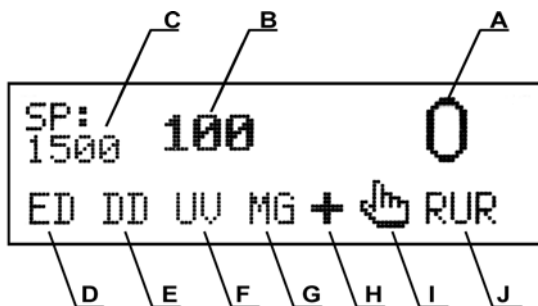

Рис. 3
На дисплее оператора (См. рис.3) отображается следующая информация:
**2 "CUR"** Клавиша выбора валюты: RUR, USD, EURO, “ валюта не выбрана”. При каждом нажатии на клавишу “CUR” происходит смена валюты. Текущий тип валюты отображается на дисплее оператора (см. рис. 3-J), при этом пустое окошко без обозначения валюты означает, что валюта не выбрана.
**3 "CF"** Клавиша переключения режимов детекций. При нажатии на клавишу "CF" происходит включение следующей детекции. Детекции расположены в следующем порядке "ED,DD,UV,MG,IR" (см. рис.3-D, 3-E, 3-F, 3-G соответственно). Если для данной модели счетчика уже выставлены все детекции, то при нажатии на клавишу "CF" все детекции отключаются.
**5 "CLR"** Клавиша обнуления значения фасовки. При нажатии на данную клавишу происходит обнуление значения фасовки (см. рис. 3-B) и выход из пакетного режима.
При нажатии на данную клавишу включается режим суммирования (при этом горит значок (см. рис. 3-H). Повторное нажатие этой клавиши отключает режим суммирования.
**7 "MUL"** Клавиша выбора автоматического или ручного режима старта пересчета. При ручном режиме (горит значок см. рис. 3-I), для начала подсчета очередной пачки банкнот необходимо нажимать клавишу "START/STOP". При автоматическом режиме счет начинается автоматически, после того как Вы положили банкноты в подающий карман.
**8 Цифровые клавиши** используются для ввода числовых значений фасовки (см. рис. 3-B) при пакетном режиме счета (отсчет определенного количества банкнот). Нажатием на любую клавишу (0-9) автоматически происходит вход в пакетный режим.
**10 "SP"** Клавиша переключения скоростей счета 800/1000/1200/1500 банкнот в минуту. Каждое нажатие клавиши "SP" приводит к изменению скорости пересчета. Текущее значение скорости отображается на дисплее оператора (см. рис. 3-C).
Данная детекция предназначена для проверки оптической плотности банкнот и контроля непрохождения сдвоенных банкнот. Следует учитывать, что в одной пачке могут оказаться как новые, так и изношенные, замасленные, старые банкноты, которые отличаются по плотности от новых. При установке высокого уровня чувствительности счетчик может срабатывать на эти банкноты и выдавать ошибку. По умолчанию детекция по оптической плотности включена для всех моделей счетчиков. Для включения (выключения) необходимо добиться с помощью клавиши "CF" присутствия (отсутствия) надписи "ED" (см. рис. 3-D) на дисплее оператора.
чувствительности DD=3) по сравнению с остальными банкнотами, происходит остановка счета и банкнота находится сверху в приемном кармане1. Например, если в пачку банкнот достоинством 1000 рублей попала банкнота достоинством в 10 рублей, счетчик остановит пересчет и покажет ошибку, потому что ширина 1000 рублевой и 10 рублевой банкноты отличается на 4мм1. По умолчанию детекция включена для всех моделей счетчиков. Для включения (выключения) необходимо добиться с помощью клавиши "CF" присутствия (отсутствия) надписи "DD" (см. рис. 3-Е) на дисплее оператора.
Предназначен для проверки различных видов валют и всех типов банкнот. Счетчик автоматически проверяет уровень ультрафиолетового отражения банкнот. Если этот уровень неправильный, счетчик останавливает пересчет и высвечивается ошибка. При этом подозрительная банкнота находится сверху в приемном кармане. При обнаружении такой банкноты необходимо исследовать эту банкноту на подлинность. Помните, что и подлинные банкноты, случайно попавшие под воздействие агрессивных сред, могут иметь неправильный уровень ультрафиолетового отражения. Для включения (выключения) необходимо добиться с помощью клавиши "CF" присутствия (отсутствия) надписи "UV" (см. рис. 3-F) на дисплее оператора.
Предназначен для проверки Российских рублей (за исключением банкнот достоинством 5 и 10 рублей), EURO, USD. Счетчик автоматически проверяет наличие магнитных меток на банкноте. Если магнитные метки отсутствуют, счетчик останавливает пересчет и высвечивается ошибка. При этом подозрительная банкнота находится сверху в приемном кармане. При обнаружении такой банкноты необходимо исследовать эту банкноту на подлинность. Для включения (выключения) магнитного детектора необходимо добиться с помощью клавиши "CF" присутствия (отсутствия) надписи "MG" (см. рис. 3-G) на дисплее оператора. Далее с помощью клавиши "CUR" нужно установить соответствующий тип валюты (RUR, EURO, USD). Перед началом пересчета необходимо выровнять пачку банкнот по середине с помощью направляющих банкнот (см. рис.1-4).
- На дисплее (См. Рис. 3-А) будет отображен результат счета